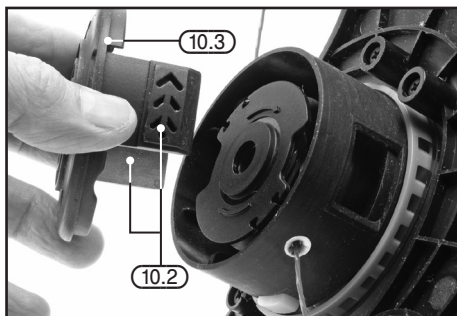

FIG.15
10.5 AUTOMATIC CUTTING LINE FEED – FIG.15